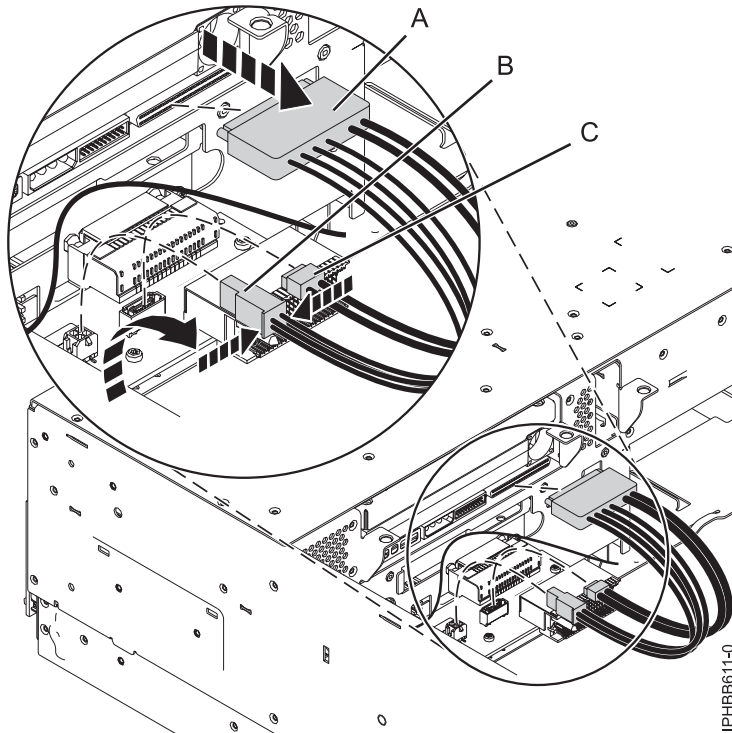

Figure 5. Déconnexion des câbles de l'unité de stockage du fond de panier d'unité de disque
10. Débranchez les câbles qui se trouvent à l'arrière du fond de panier d'unité de disque, comme indiqué dans la figure 5, à la page 7. Si vous avez connecté un câble SAS externe, pensez à débrancher ce câble du fond de panier d'unité de disque. Pour plus d'informations sur le port SAS externe, voir Installation du port SAS externe sur un modèle 33E/8B ou 36E/8C.